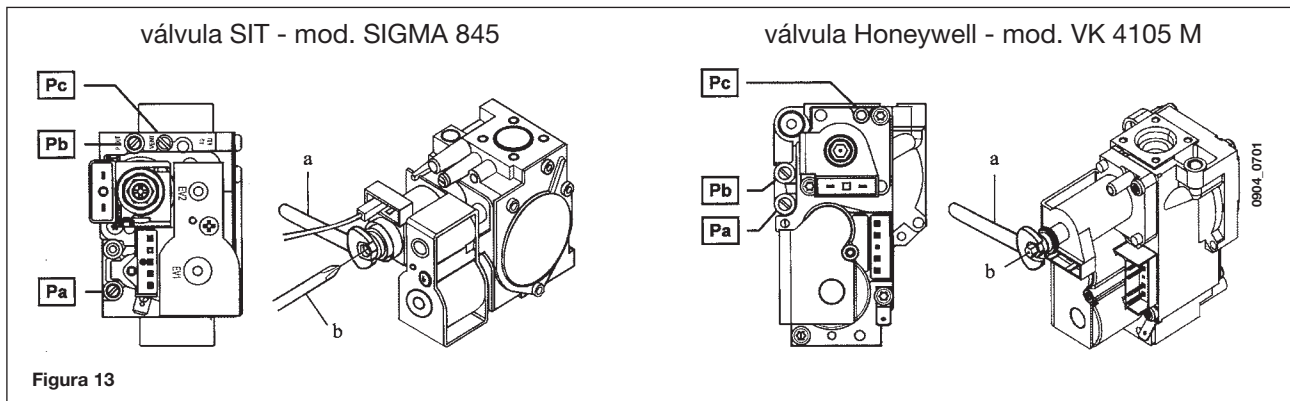

Figura 13
El procedimiento para calibrar el regulador de presión puede variar en función del tipo de válvula de gas instalada (HONEYWELL o SIT; consulte la figura 13).
C) Ajuste del dispositivo de ajuste de presión (Figura 13)